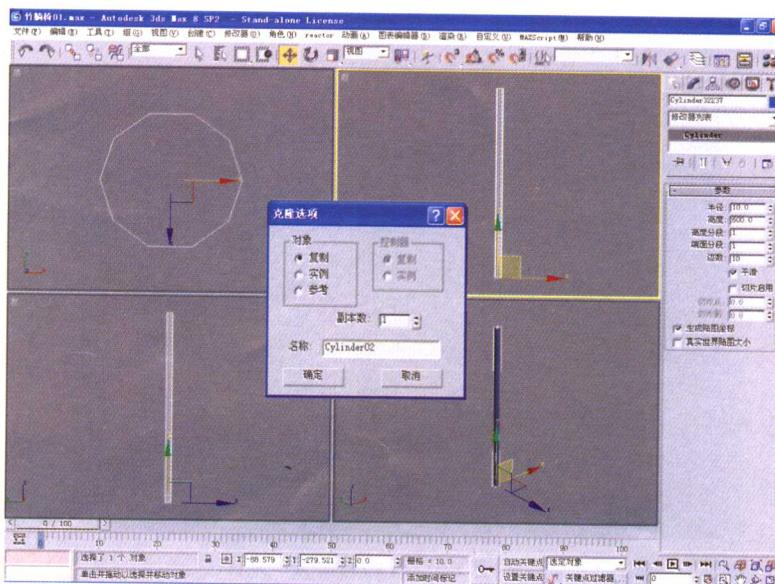

图1-3 复制一个圆柱体
(2) 在前视图中，按住Shift键并单击Cylinder01，将弹出一个如图1-3所示的【克隆选项】对话框，在【对象】选项组中选取【实例】单选按钮，然后单击【确定】按钮。这样就复制出一个新的圆柱体Cylinder02。